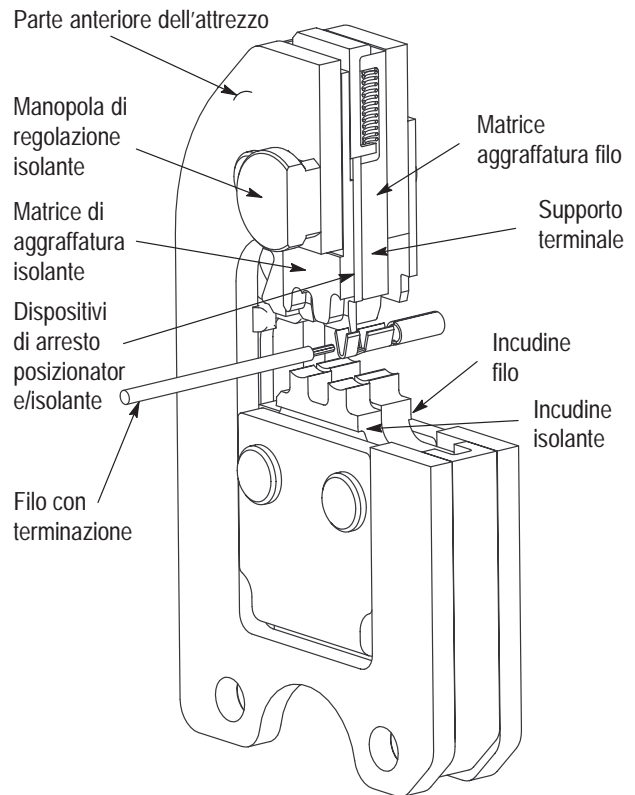

Figura 1
Il dispositivo di arresto del posizionatore/isolante posiziona il contatto e limita la distanza di inserzione del filo con terminazione nel contatto. Durante il funzionamento, il dispositivo di arresto si colloca nella scanalatura del posizionatore (vedere figura 1 e 2). Il cricchetto CERTI-CRIMP garantisce la completa aggraffatura del contatto. Una volta innestato, il cricchetto non verrà rilasciato fino alla totale chiusura delle matrici.
4. Posizionare il contatto tra le matrici di aggraffatura in modo tale che il dispositivo di arresto del posizionatore/isolante si posizioni nella scanalatura del contatto. Il supporto del filo dovrebbe andare a contatto con il dispositivo di arresto. Fare riferimento alla figura 1 e 2.
Su molti attrezzi l'altezza di aggraffatura del supporto dell'isolatore è regolata mediante l'apposita manopola di regolazione (figura 1). La matrice di aggraffatura deve tenere fermo l'isolante, senza tagliarlo. Per ottenere l'appropriata impostazione della matrice di aggraffatura dell'isolante, eseguire un'aggraffatura di prova di un contatto sciolto utilizzando l'impostazione corrispondente al diametro dell'isolante: (1) – small; (2) e (3) – medium; (4) – large. Se il supporto dell'isolante aggraffato è troppo o poco stretto, cambiare l'impostazione tirando verso l'esterno e ruotando la manopola di regolazione fino ad ottenere la posizione opportuna.
5. Controllare il gioco tra le superfici di appoggio della matrice di aggraffatura del filo e dell'incudine del filo. Vedere figura 1. Se il gioco è pari o inferiore a 0,025 mm (su almeno due delle superfici di appoggio), il cricchetto è regolato correttamente. Se il gioco è superiore a 0,025 mm, regolare il cricchetto. Vedere capitolo 5.